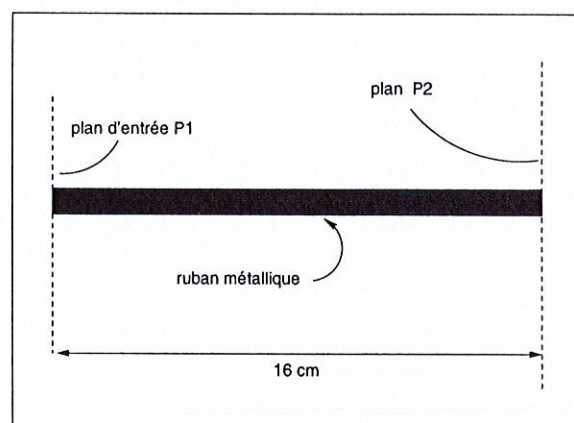

FIGURE 2 – circuit 1 en technologie microruban vu dessus
1. Dans une première étape, on considère le circuit représenté figure 2.